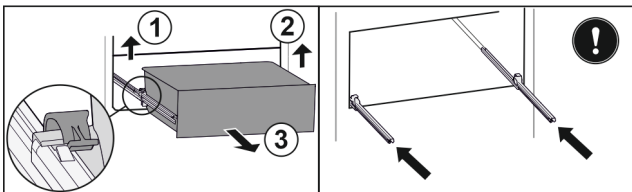

Fig. 160
- Linke Klemme anheben und gleichzeitig Schubfach links nach vorne ziehen. Fig. 160 (1)
- Rechte Klemme anheben und gleichzeitig Schubfach rechts nach vorne ziehen. Fig. 160 (2)
- Schubfach nach vorne entnehmen. Fig. 160 (3)